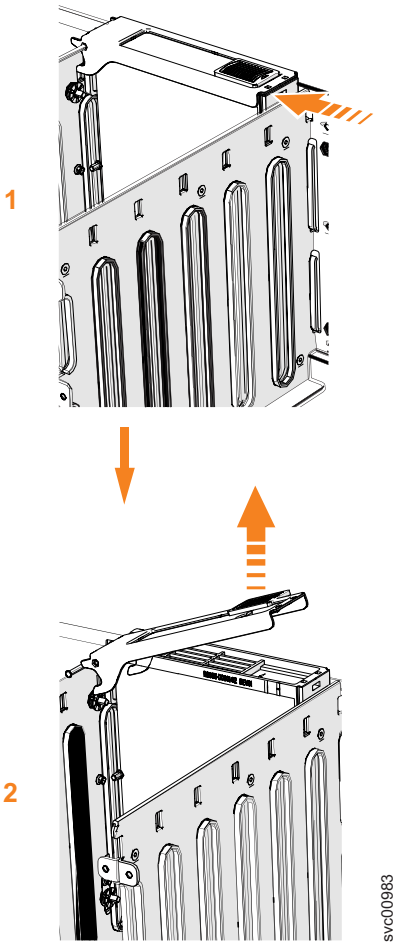

图 112. 卸下驱动器组合件
5. 向前滑动松开滑锁 (1), 如图 112 所示。
6. 抬起手柄 ( **2** ), 以从隔板解锁驱动器支架, 如第 117 页的图 112 中所示。确保解锁底部的引脚完全脱离。